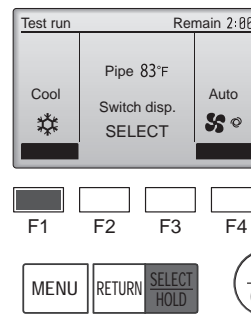

Fig. 7-6
- ① Pulse el botón [F1] para recorrer los modos de funcionamiento, siguiendo el orden de "Cool" (Frio) y "Heat" (Calor). (Fig. 7-6)